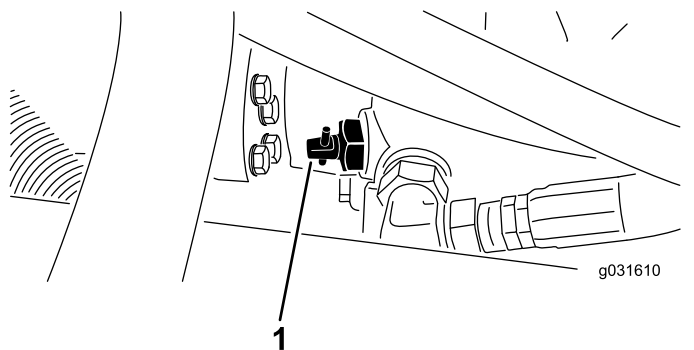

Рисунок 30
1. Найдите перепускной клапан на насосе (Рисунок 30) и ослабьте его, повернув на 90° (на 1/4 оборота).